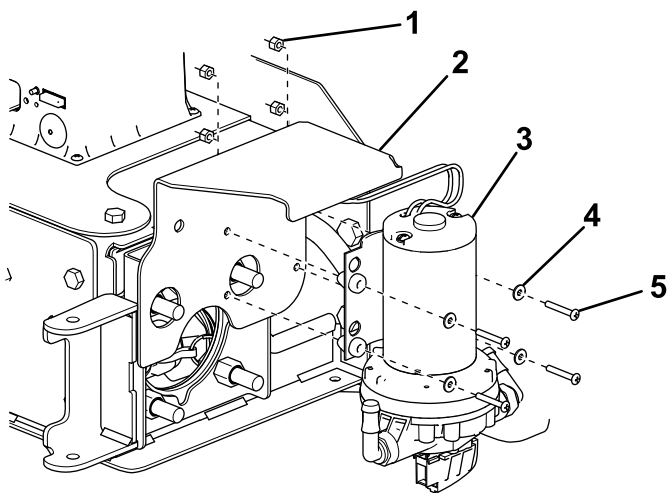

Figure 27
- Fixez la pompe à son support à l'aide de 4 boulons (n° 10 x 1-1/4 PO), rondelles et écrous en nylon (Figure 27).